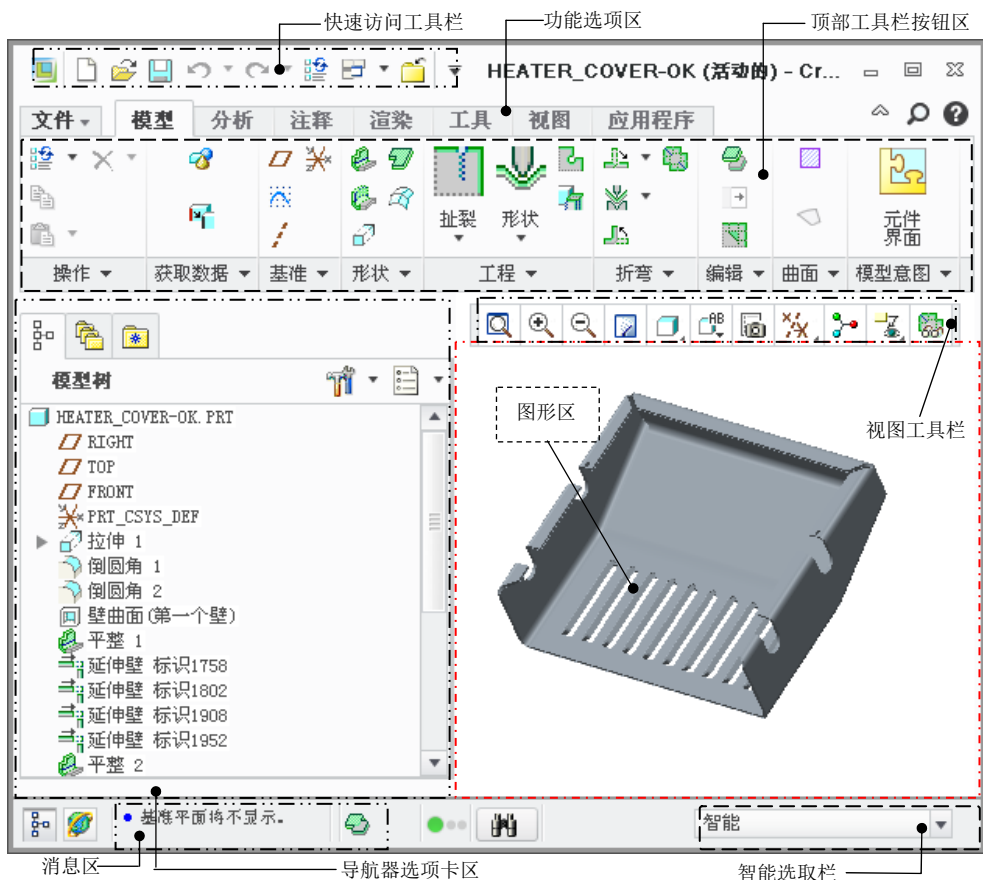

图 11.2.1 Creo1 钣金设计界面
Step1. 选择下拉菜单  **文件** →  **管理会话 (H)** →  **选择工作目录 (D)** 命令，将工作目录设置为 D:\creo1\work\ch11\ch112。
Step2. 选择下拉菜单  **文件** →  **打开 (O)** 命令，打开文件 heater_cover-ok.prt。打开文件 heater_cover-ok.prt 后，系统显示图 11.2.1 所示的钣金设计界面，下面对该工作界面进行简要说明。